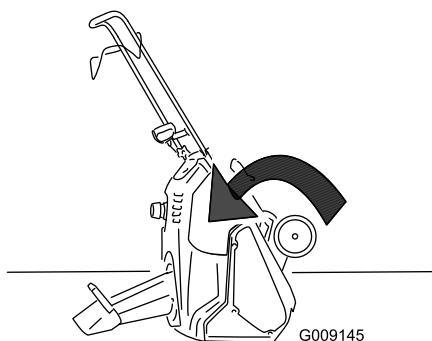

Рисунок 32
11. Наклоните снегоочиститель вперед для облегчения установки насадки глушителя (Рисунок 32).